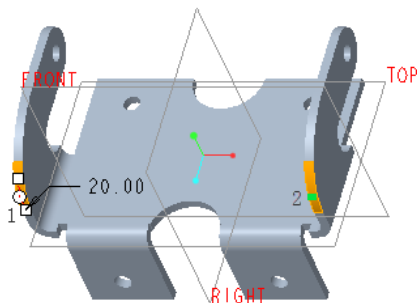

图 5-187 选择边线
(1) 从功能区的“模型”选项卡中单击“工程” →  (倒圆角) 按钮, 打开“倒圆角”选项卡。
(2) 输入圆角半径为“20”。
(3) 结合〈Ctrl〉键分别选择图 5-187 所示的两处边线。
(4) 在“倒圆角”选项卡中单击  (完成) 按钮。